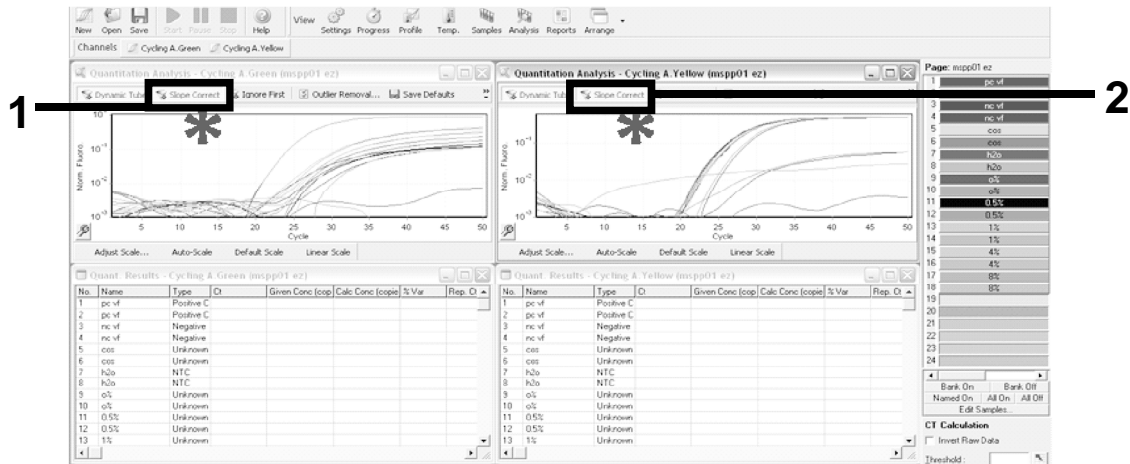

Figure 10. Paramètre « Slope Correct » (Pente correcte)
19. Une nouvelle fenêtre apparaît (figure 10). Cliquer sur « Slope Correct » (Pente correcte) dans les deux panneaux, comme indiqué dans la figure 10.